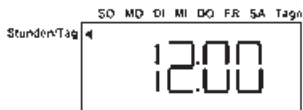

Abb.10
- Drücken Sie **↓↑** bis die aktuelle Uhrzeit im Display erscheint (Abb. 10).